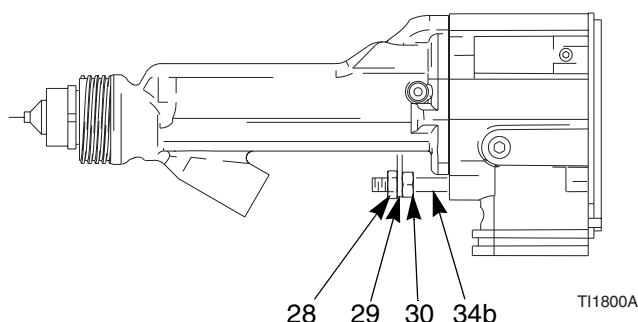

Fig. 27. Tige de commande
2. Démonter le chapeau d'air, page 44. Démonter le capotage (2).
3. Retirer l'écrou de blocage (28), la tige de commande (29) et l'écrou de réglage (30). Voir Fig. 27.
1. Monter l'écrou de réglage (30), la tige de commande (29) et l'écrou de blocage (28) sur la tige de piston (34b). À noter que l'écrou de blocage (28) est légèrement plus grand et plus mince que l'écrou de réglage (30). Voir Fig. 27, page 48.